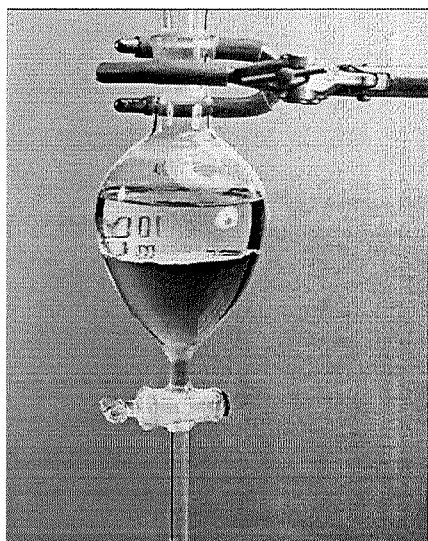

Figura 5.4. Funil de decantação ou de separação.
- f- Recolher o destilado em uma proveta de 100 mL. Esperar por alguns minutos para as duas fases se separarem. Observe que a fase inferior (mais densa) pode ser facilmente retirada em um funil de separação (através da abertura da torneira do funil de separação), Figura 5.4.